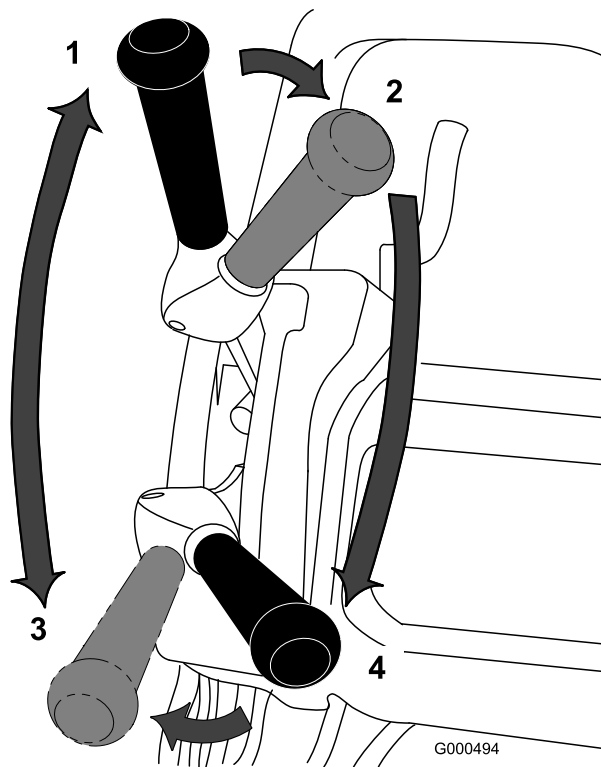

Figura 23
1. Arranque el motor, accione el acelerador a velocidad reducida, empuje el manillar hacia abajo para elevar la unidad de corte, pulse el control de presencia del operador, ponga la palanca de tracción y de transmisión del molinete en la posición de HACIA DELANTE (transporte) y lleve la máquina al borde del green (Figura 23).
2. Mueva la palanca a la posición de PUNTO MUERTO (Figura 23).
3. Mueva la palanca a la posición de tracción – PUNTO MUERTO y de transmisión del molinete – DESENGRANADO (Figura 23).
4. Mueva la palanca a la posición de tracción – HACIA DELANTE y de transmisión del molinete – ENGRANADO (Figura 23), aumente la velocidad del acelerador hasta que la máquina se desplace a la velocidad deseada, lleve la máquina al green, baje la unidad de corte al suelo y empiece a segar.